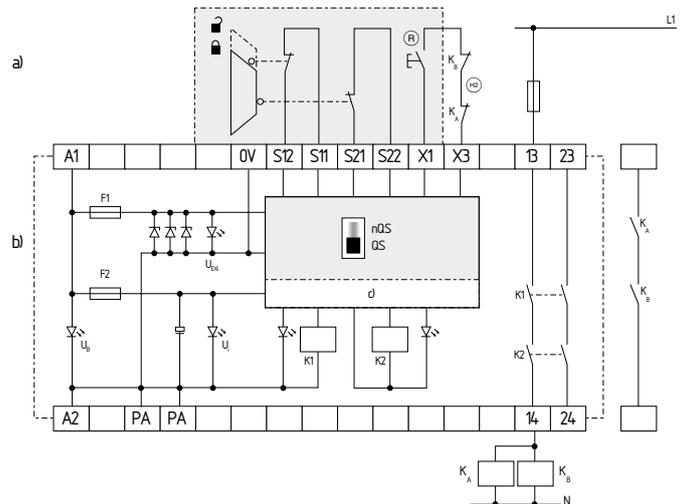

Abb. 6
Zweikanalige Ansteuerung, dargestellt am Beispiel einer Schutztürüberwachung mit zwei Positionsschaltern, davon ein Kontakt zwangsöffnend; mit externem Reset-Taster (R) (siehe Abb. 6)